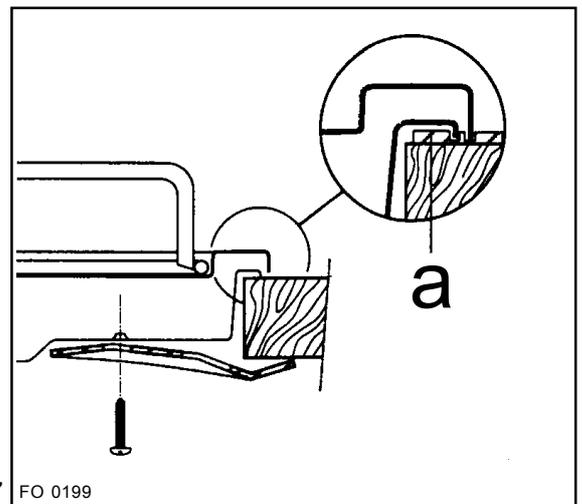

Fig. 7
- fixez la table au meuble à l'aide des pattes de serrage prévues à cet effet (Fig. 7). La traction exercée par les vis est suffisante pour tracer un sillon dans le joint d'étanchéité, que l'on pourra aisément enlever.